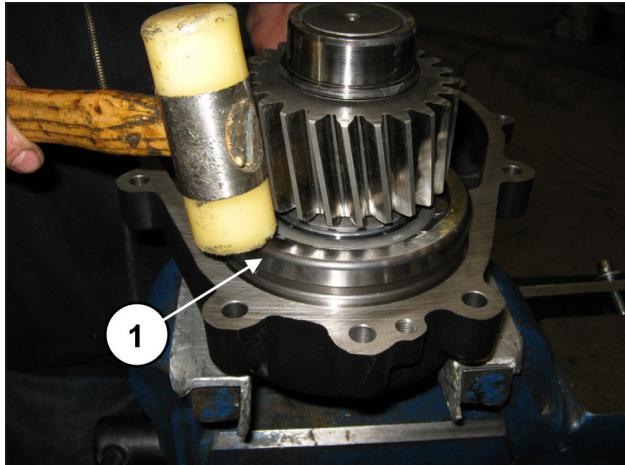

Fig. 85
Introducir el piñón premontado en el alojamiento de la tapa del reduedor utilizando una herramienta de percusión (pos. ①, Fig. 85).